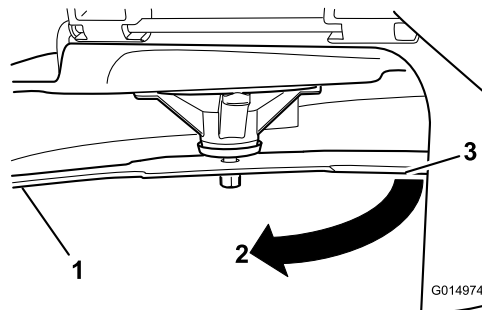

Figura 66
4. Ruotate la stessa lama di 180 gradi in modo che il tagliente opposto si trovi ora nella stessa posizione (Figura 66).